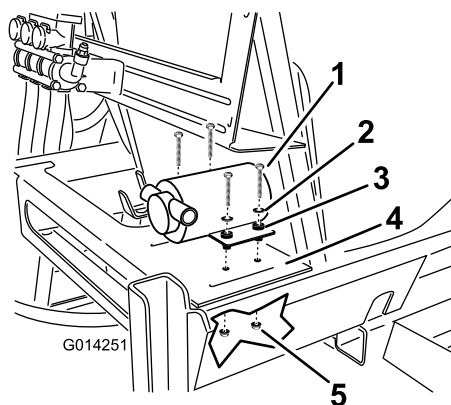

Рисунок 19
1. Найдите в комплекте поставки насос и установите его на раму бака, на заднюю площадку, справа от основного бака (Рисунок 19).
2. Прикрепите насос к раме с помощью четырех болтов, четырех шайб и четырех контргаек (Рисунок 19).